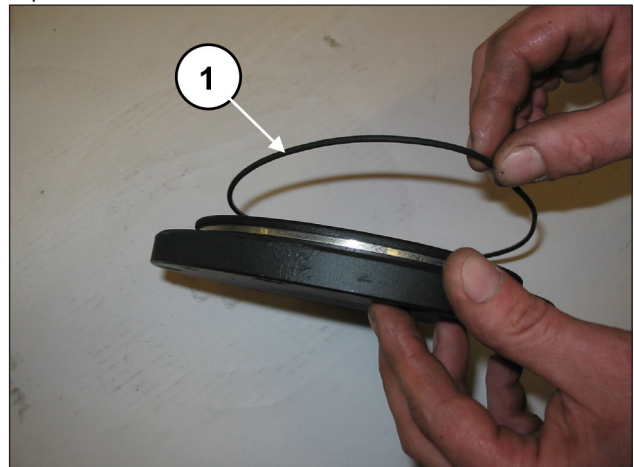
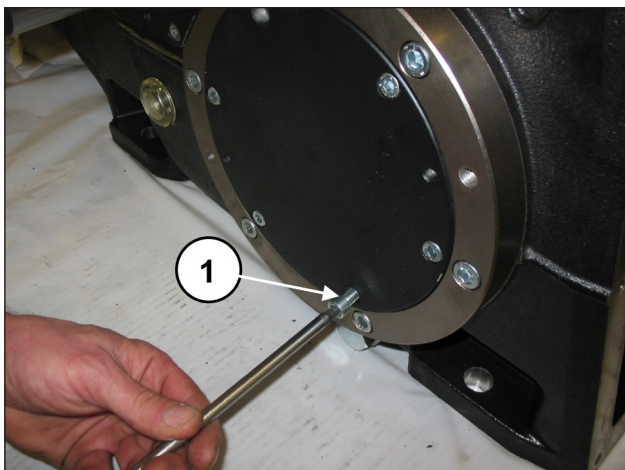

Fig. 89
Fig. 90
Montare i due coperchi cuscinetto (con relativi O-ring) (pos. ①, Fig. 89) mediante 6+6 viti M8x20 (pos. ①, Fig. 90).